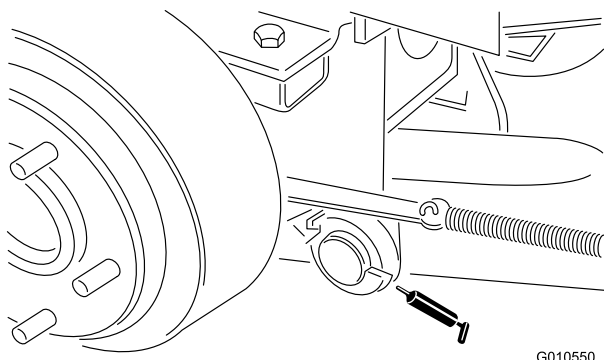

Figura 16
- pinos de articulação do braço de elevação direito e esquerdo (Figura 16)